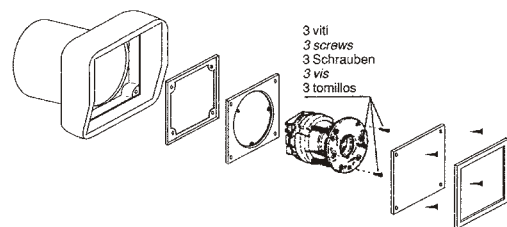
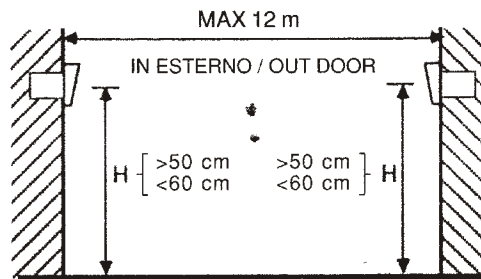

Fig. 2
Fig. 3
- 3.1 Das Nylongehäuse einmauern bzw. befestigen, verner den Teil mit den optisch/elektronischen Ereisen herausziehen (siehe Abb. 2). Die Behälter sind vorderseltig, ashmengrersch und in der gleichen Höhe vom oden anzubringen (siehe Abb. 3).